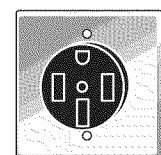

Fig. 21
- Tomacorriente mural y placa de montaje, tetra o trifilar, para 40/50 amperios (Fig. 21).